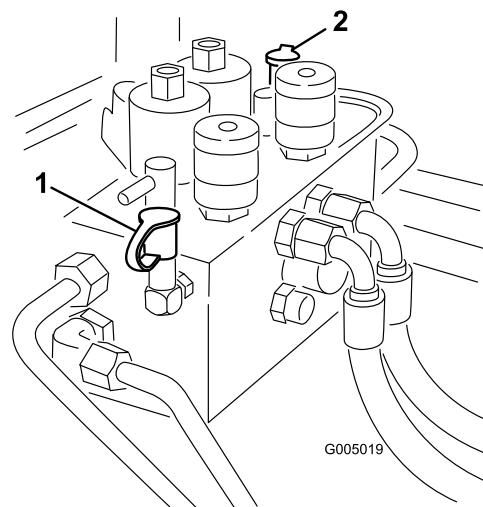

Figura 81
2. A porta de teste B (Figura 81) é utilizada para ajudá-lo a detectar os problemas no circuito hidráulico das unidades de corte frontais.
3. A porta de teste B (Figura 81) é utilizada para ajudá-lo a detectar os problemas no circuito hidráulico das unidades de corte frontais.